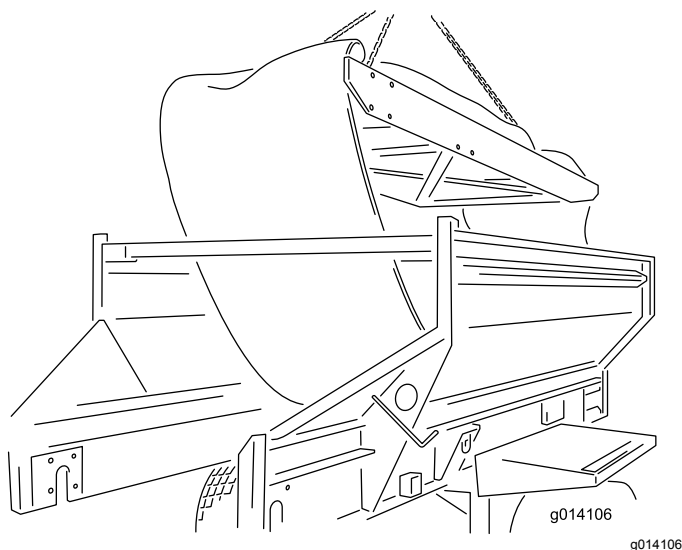

Рисунок 61
24. Извлеките съемный блок через верх машины. Поставьте его на площадку (Рисунок 61).